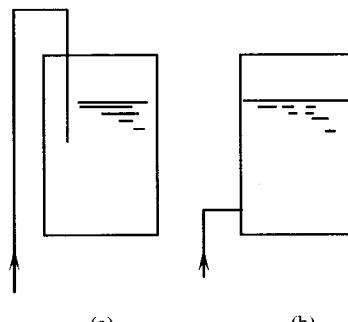

图 1-13
- ① 管道等径，滞流流动
- ② 管路平直，管道等径
- ③ 平直管路，滞流流动
- ④ 管道等径，管路平直，滞流流动
68. 要将流体从某设备输入图 1-13 所示设备中，进设备的管路按_____安装输液能耗较低？
- ① (a) 种方式安装
- ② (b) 种方式安装
- ③ (a)、(b) 方式效果一样
- ④ 要根据给设备的压强而定